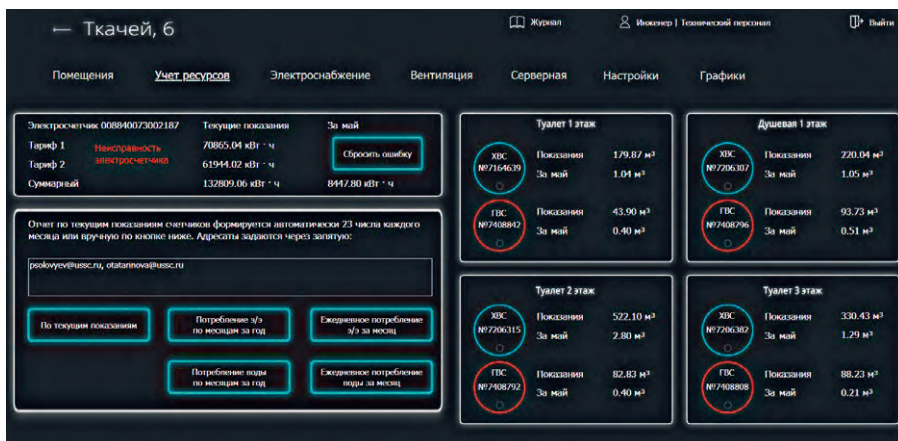

Рис. 4. Учёт ресурсов
- Автоматическая система коммерческого и технического учёта электрической энергии и водоснабжения (рис. 4) включает в себя 12 счётчиков ХВС/ГВС («Пульсар») и 8 электро-